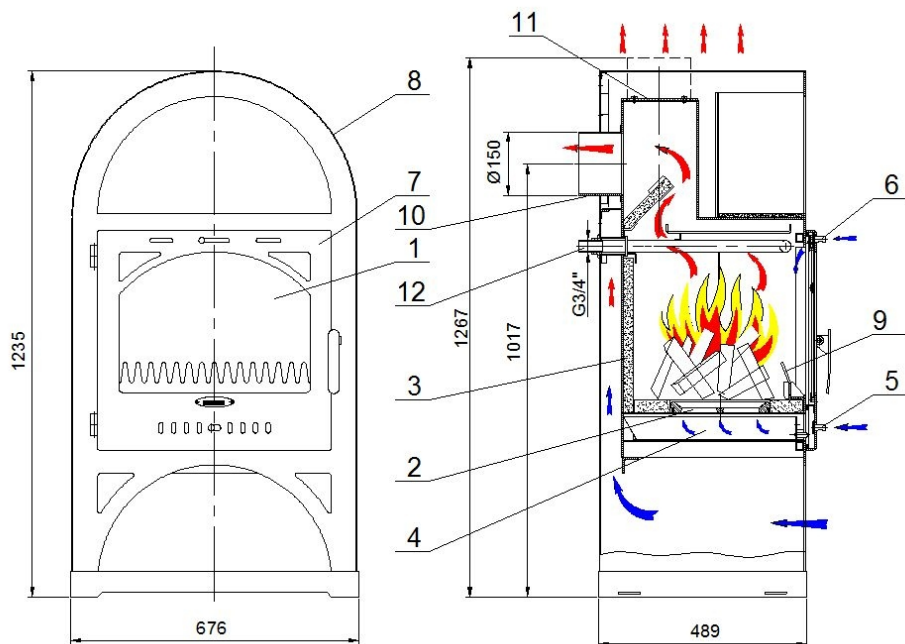

Рис. 1
Топка в печке выложена огнеупорной плиткой (вермикулит) 3 (см. рис.1), которая улучшает горение. В дверцу печки 7 вмонтировано термостойкое стекло, которое позволяет видеть пламя. Первичная подача воздуха регулируется при помощи заслонки 5. Вторичная подача воздуха в топку подается через заслонку регулирования 6. В печке используется отражатель огня 9.
Печка должна быть смонтирована таким образом, чтобы не были бы заблокированы заслонки регулирования подачи воздуха 5 и 6 (см. рис. 1).
- изъять подсоединение дымохода 10 (см. рис.1), отвинтив крепежные болты;
Разжигание. Полностью откройте заслонки первичной и вторичной подачи воздуха 5 и 6 (см. рис.1). На дно топки положите два полена маленького размера, оставляя между ними промежуток. В промежуток вложите скомканную бумагу или таблетку твердого топлива, на которую нужно крестообразно положить мелко нарубленные сухие дрова, на них положить дрова средней величины. Бумагу поджечь и после ее возгорания закрыть дверцу. Ручка дверцы может быть горячей, поэтому надо пользоваться защитной перчаткой. Интенсивность горения регулировать при помощи заслонок подачи воздуха.